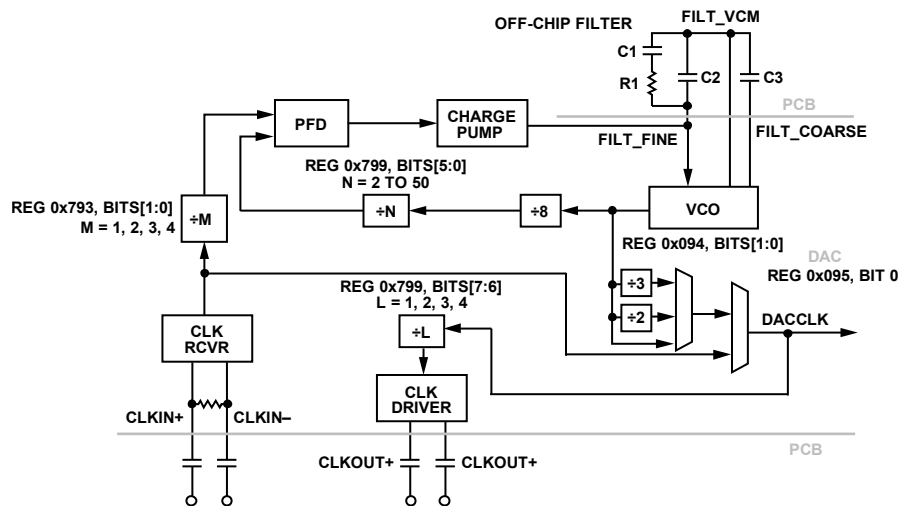

図 92. DAC PLL とクロック・パスのブロック図
AD9175 は PLL/VCO ブロックを内蔵しており、25MHz～3080MHz の外部リファレンス周波数 (f_{REF}) を CLKIN±ピンに印加して、DAC クロック (f_{DAC}) を生成できます (図 92 を参照)。オンチップ PLL を使用する場合は、レジスタ 0x793 のビット [1:0] で前置分周器 (M) を選択して、位相周波数検出器 (PFD) 回路ブロックの入力に合わせて 25MHz～770MHz の範囲に入るような前置分周器設定を選択します。レジスタ 0x095 のビット 0 を 0 に設定することにより、DAC PLL シンセサイザをイネーブルします。
チャージ・ポンプ (CP) 出力から必要な VCO 制御電圧を生成するには、AD9175 の DAC PLL に外部ループ・フィルタが必要です。推奨フィルタは、図 92 に示すような回路のパス・ローパス・フィルタです。一般に、フィルタのパス・バンド幅 (帯域幅) を一定に保つためには、初期周波数ロック発生後のループ安定性と周波数変化時のループ応答時間はトレードオフの関係になります。ほとんどのアプリケーションで最適な性能が得られる適切なフィルタのレイアウトと部品の選択については、AD9175-FMC-EBZ 評価用ボードの関連文書を参照してください。ただし、フィルタは、PFD 周波数、リファレンス・クロックの位相ノイズ、DAC 出力位相ノイズなどの条件に従って、特定のアプリケーションに合うようにカスタマイズできます。例えば、PLL の使用時に DACCLK ジッタを低減するには、PFD